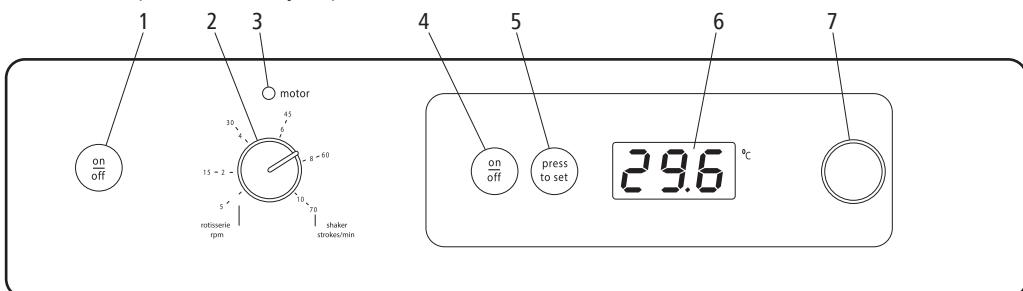

Figura 3: Controles del panel frontal
derecho del panel de control (número 4 a 7 en la figura 3).
- 5.6 Los controles de velocidad están situados en el lado izquierdo del panel de control (números 1 a 3 en la figura 3). Encienda el soporte / agitador pulsando el botón on/off (1). Se encenderá la luz indicadora roja (3) situada encima del disco selector de velocidad (2).